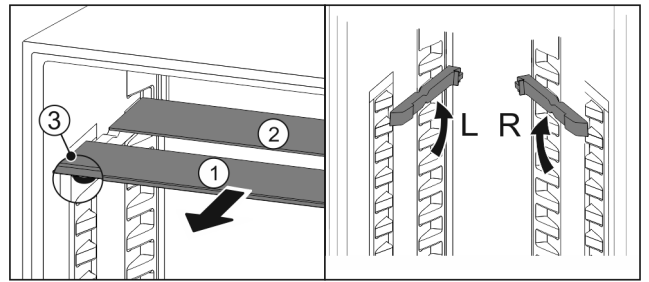

Fig. 71
- ▶ Retire las planchas de cristal individualmente hacia delante Fig. 71 (1).
- ▷ La placa de vidrio Fig. 71 (1) con moldura está situada delante.
- ▷ Los topes Fig. 71 (3) miran hacia abajo.